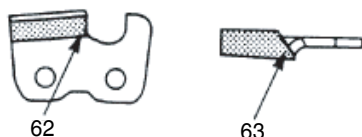

Fig. 48
- 6) Lime suficientemente para eliminar cualquier daño del filo de corte (placa lateral (62) y placa superior (63) de la cuchilla. (Fig. 48)